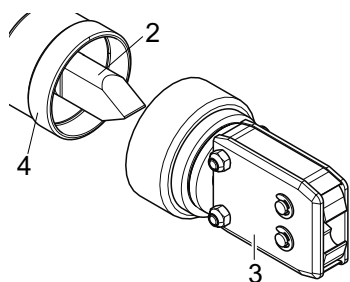
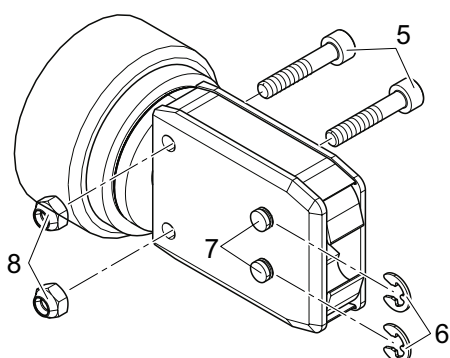
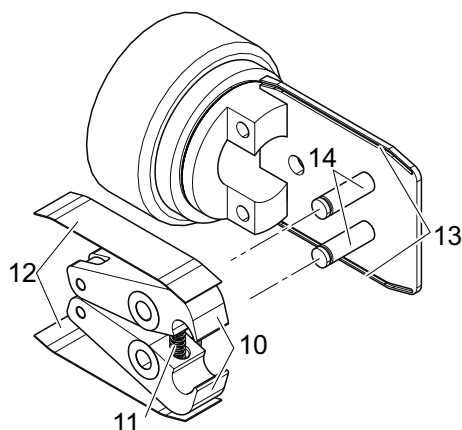

Fig. 26: Estrazione della testa della pinza
Fig. 27: Smontaggio della testa della pinza
Fig. 29: Inserimento delle ganasce della pinza
3. Estrarre la testa della pinza (Fig. 26/3) dalla pinza di serraggio (Fig. 26/4).
Il pistoncino (Fig. 26/2) rimane nella pinza di serraggio (Fig. 26/4).
4. Rimuovere le due rondelle di sicurezza (Fig. 27/6) dalla testa della pinza (Fig. 26/3).
Non spingere indietro i perni (Fig. 27/7)!
5. Svitare entrambi i dadi esagonali (Fig. 27/8) dalle viti a testa esagonale (Fig. 27/5).
7. Rimuovere la molla di pressione (Fig. 29/11), la piastra di copertura (Fig. 29/12) e le ganasce della pinza (Fig. 29/10).
8. Lubrificare le ganasce di ricambio della pinza di serraggio (Fig. 29/10) e la molla di compressione (Fig. 29/11) del kit di sostituzione delle ganasce, nonché i perni (Fig. 29/14) con il lubrificante speciale RENOLIT LX 2 e inserire le nuove ganasce e la molla.
9. Rimontare tutto in ordine inverso con nuove rondelle di sicurezza (Fig. 27/6).
10. Controllare la mobilità delle ganasce della pinza (Fig. 29/10).
Il pistoncino (Fig. 26/2) deve trovarsi tra le due ganasce della pinza (Fig. 29/10).